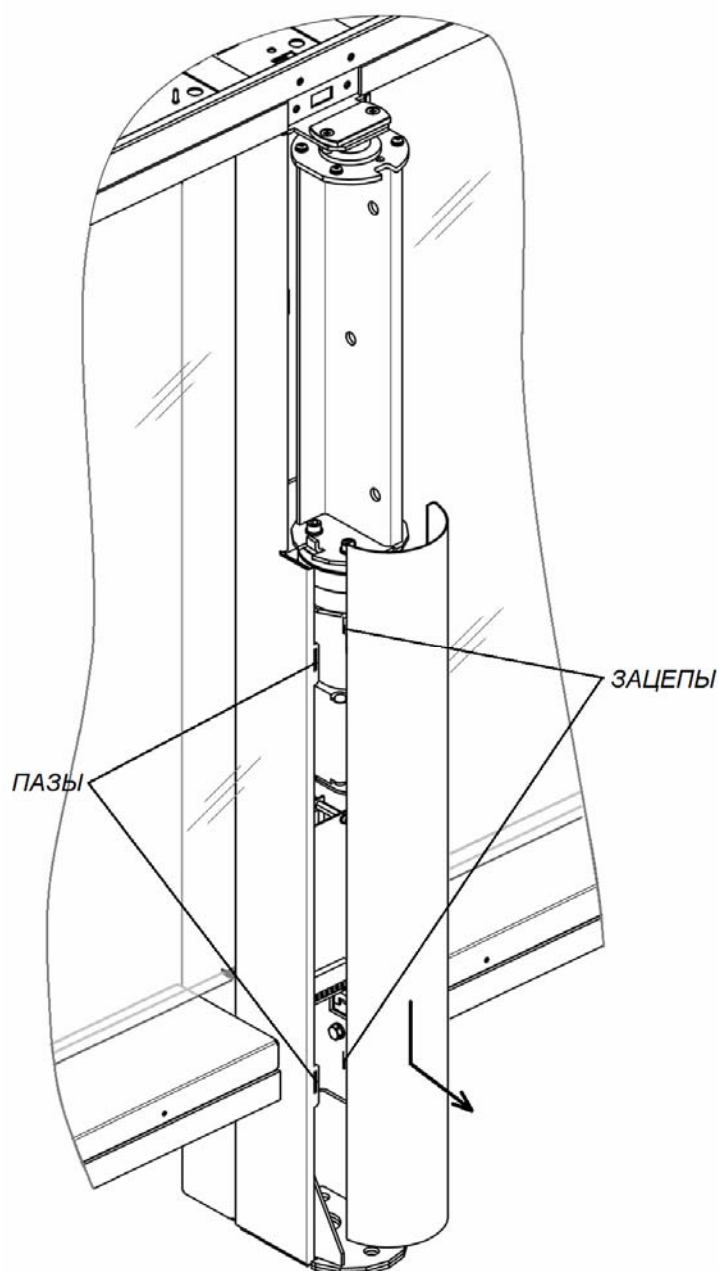

Рисунок 18. Снятие кожуха центральной стойки
- Снимите кожух центральной стойки (5) (рис. 18, разд. 8.9.1).
Для снятия кожуха центральной стойки (5) – сдвиньте кожух вдоль стойки вниз и на себя, выводя зацепы кожуха из пазов в центральной стойке (см. рис. 18).